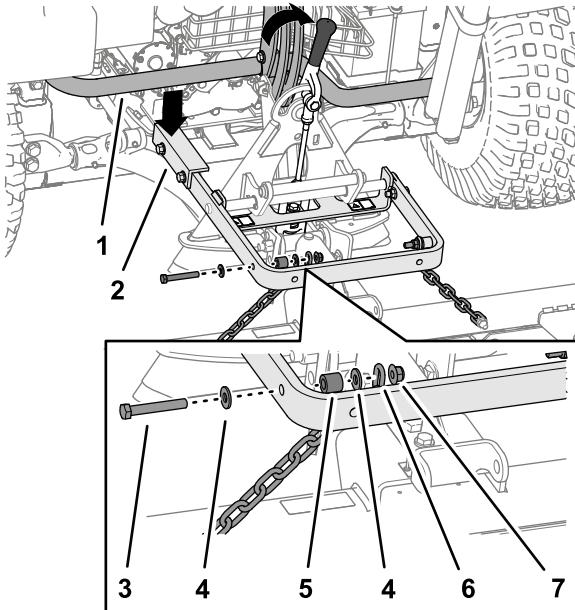

Figura 7
Importante: El brazo largo del conjunto del brazo de elevación debe quedar por debajo del conjunto del bastidor trasero de la unidad de tracción (Figura 7).
Siempre levante y mueva el accesorio usando el asa situada en la parte trasera del adaptador de accesorios (Figura 7).
5. Sujete el eslabón superior de cada cadena a la parte externa del brazo de elevación (Figura 7) usando un perno (3/8" x 2 1/2"), 2 arandelas (3/8" x 7/8"), un espaciador y una contratuerca (3/8").